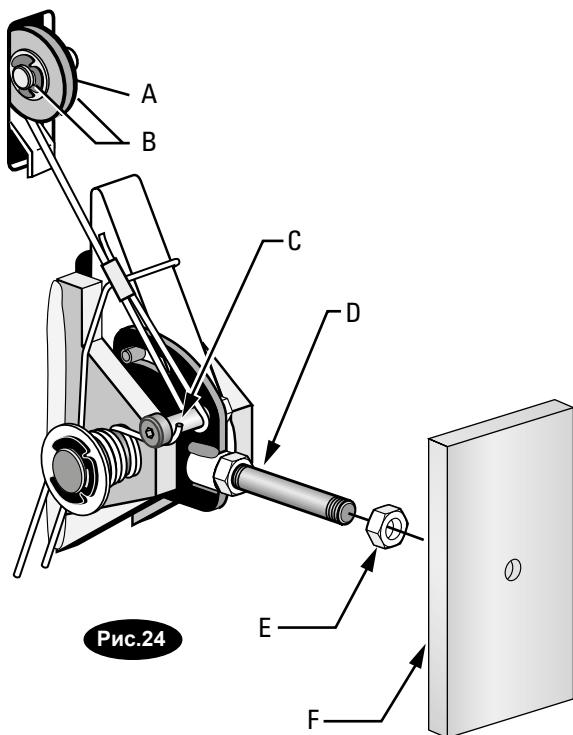

Рис. 24 - сборочные части
- B) Протяните конец кабеля с петлей поверх конца винта с буртиком на правой защелке платы управления ,см. рис. 24.
- C) Протяните другой конец кабеля через вырез шкива защелки кабеля и проверьте ,что кабель проложен между нижней стороной шкива защелки кабеля и крышкой шкива ,а затем идет внутри правой стойки ,см. рис. 24.
- J) На этом шаге НЕОБХОДИМО установить ручку защелки, стопорную гайку и крышку защелки правой стойки ,см. рис. 24 и 27. Установите круглую рукоятку ручки защелки ,см. рис. 27.